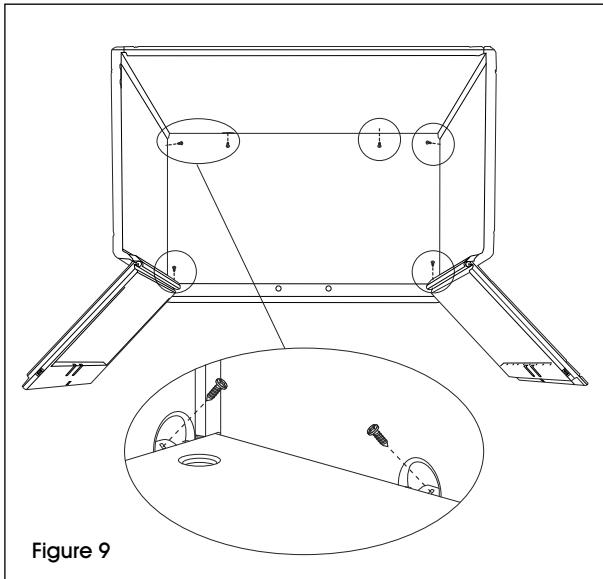

Figure 9
- Fixez les panneaux latéraux et arrière au panneau de plancher à l'aide de six vis insérées dans les dépressions le long de l'intérieur du dessous. (Voir Figure 9)